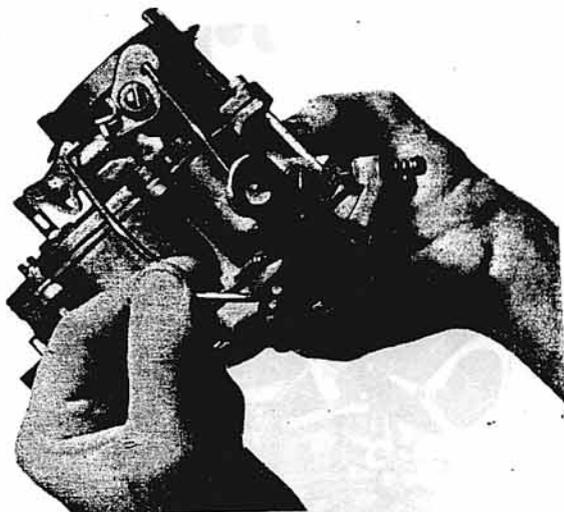

Fig. 13. - Instalación de la varilla de unión en el orificio central del brazo de comando.
- Coloque la varilla de accionamiento de la bomba de aceleración y asegurela con un clip de fijación. Se obtendrán un funcionamiento normal de la citada bomba, instalando la varilla de unión del sistema en el orificio central del brazo de comando, ubicado en el conjunto de la mariposa de aceleración. (Ver Fig. 13).